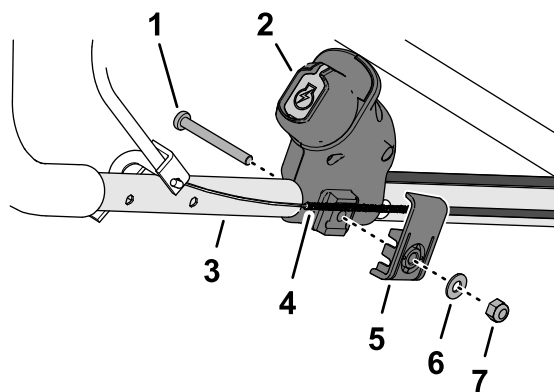

Figura 13
2. Acima do fixador de pressão, monte o interruptor de arranque elétrico na pega (**Figura 13**)